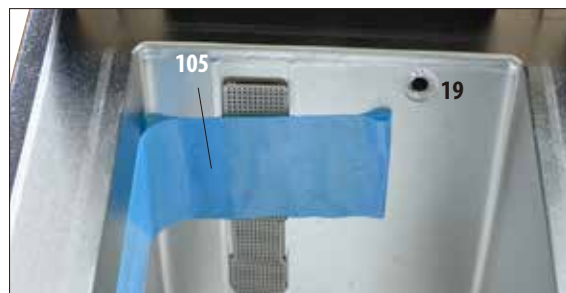

図 19
- レットル内の、レベルセンサーカバーを固定している粘着テープ (105) もはがす必要があります (図 19)。